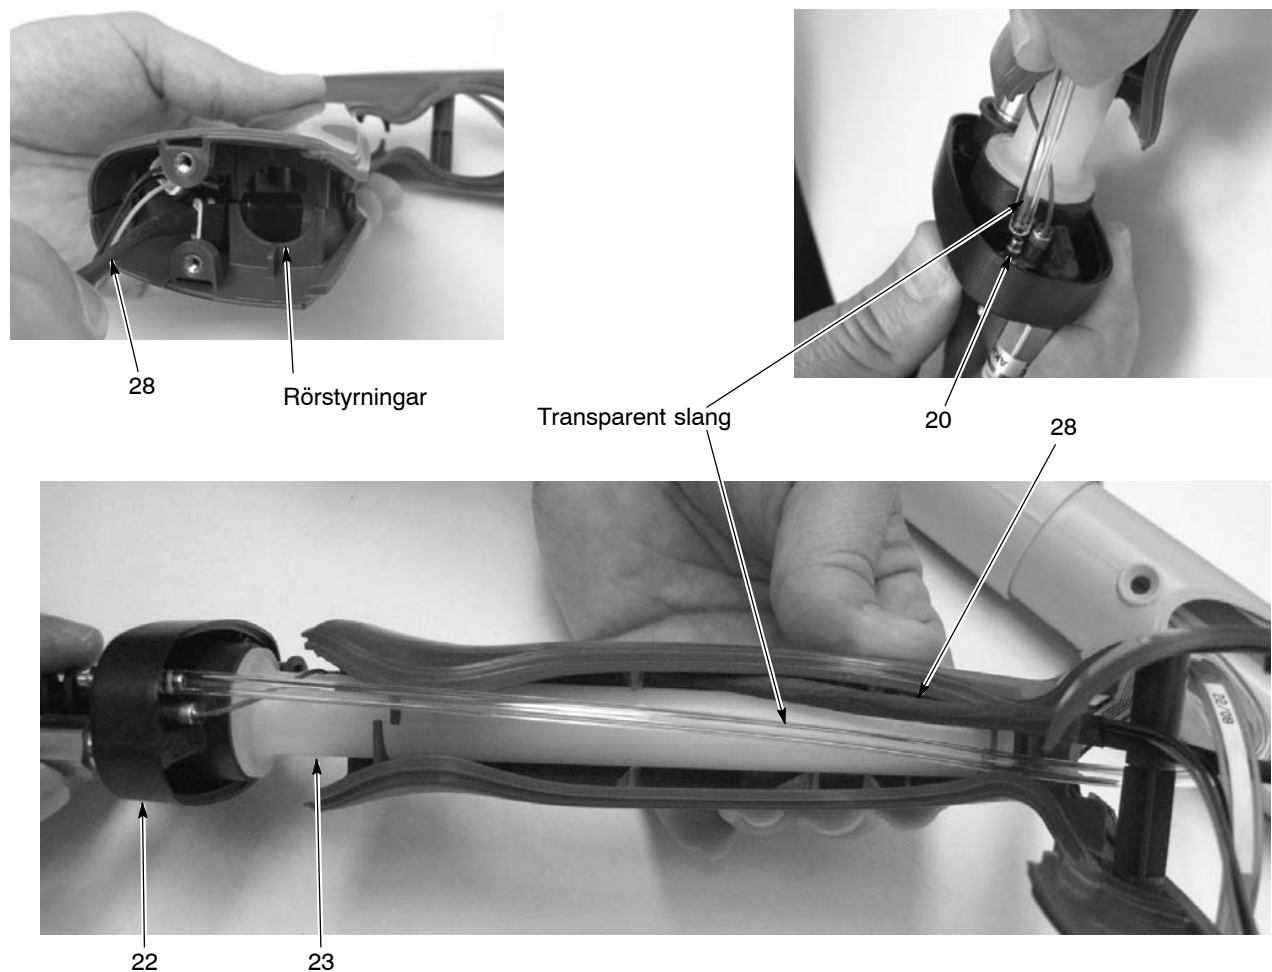

Bild 5-11 Sammansättning av handtag och bas
8. Se bild 5-11. Skjut in kabelkontakterna (28) igenom handtages framsida, skjut därefter i ingångsröret (23) genom rörstyrningarna i handtagsdelen medan man förlägger kabeln (28) genom handtaget så som visas. Avbryt när basen är ca 35–50 mm från handtagets nederdel.
9. Anslut den transparenta 4-mm slangen (del av filterdelen, ref. 4) till den hullingförsedda kopplingen (20) i handtagets bas.